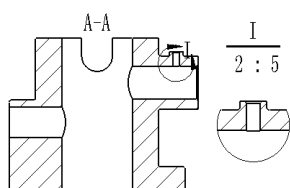

图 4.5.21 “断裂圆”样式
- ☒ 设置图标样式为 **断裂圆**，结果如图 4.5.21 所示。